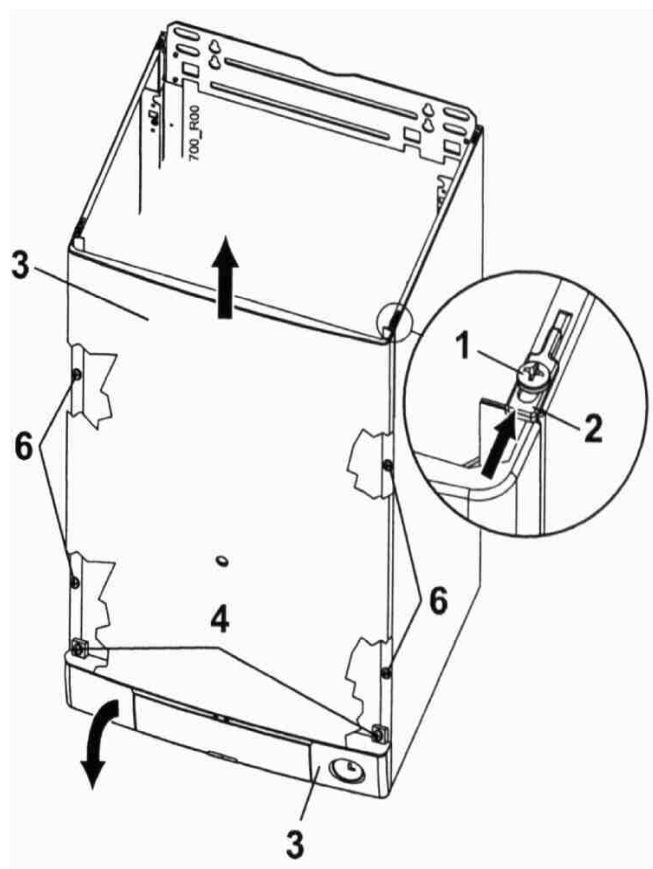

Рис.17
1. Доступ к устройствам ручной регулировки (Рис.17)